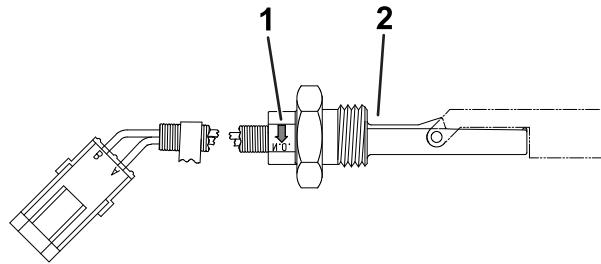

Figura 8
- Si la máquina está equipada con un depósito detector de fugas, instale el sensor de nivel de aceite en el depósito, asegurándose de que la flecha en el sensor apunta hacia abajo (Figura 8). Apriete la tuerca del sensor a entre 12,5 y 15,8 N·m.